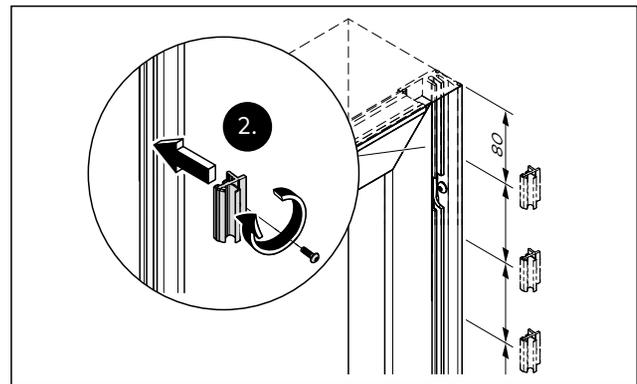

Abb. 24 Die Fixverglasungs-Adapterprofil fixieren
2. Die Fixverglasungs-Adapterprofil mit mindestens 3 Zargen-Klemmstücken pro Meter mit einem Drehmoment von 5 Nm fixieren (Abb. 24).